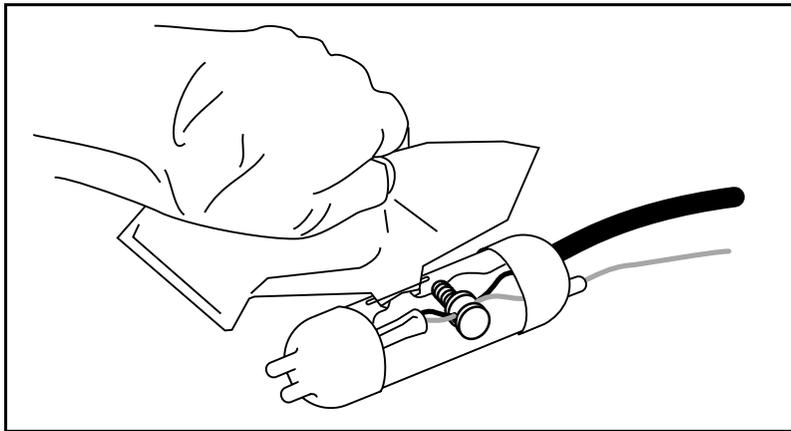

Figure 40. Versement de composé de scellement dans le manchon
6. Une fois que vous sentez que le mélange est chaud, coupez immédiatement un angle et remplissez lentement le manchon en plastique de la protection contre les surtensions. Arrêtez juste avant que le manchon soit rempli. Ne versez pas une quantité excessive de composé. [Figure 40].